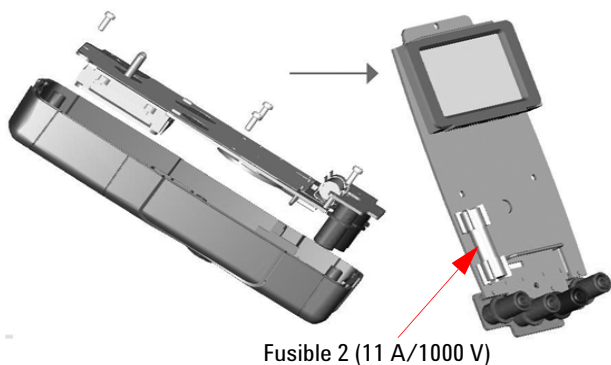

Figure 4-3 Remplacement du fusible 2
- 5 Pour remplacer un fusible 2 défectueux, retirez le fusible 1, déserrez les quatre vis (voir la Figure 4-3) pour soulever et dégager la carte de circuit du compartiment supérieur.
- 6 Retirez doucement le fusible défectueux 2 en dégageant d'abord une de ses extrémités et en l'extrayant du porte-fusible (voir la Figure 4-3).